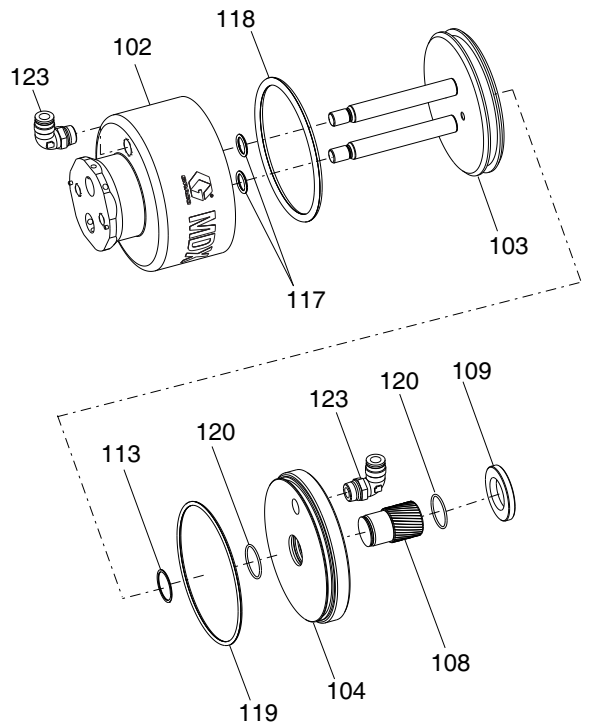

图 9
1. 在活塞柱组件 (103) 上和空气壳体 (102) 内部安装全新的 O 形圈 (118、117)。参见图 9。
2. 在活塞 O 形圈 (118) 上和空气壳体 (102) 内壁上涂上一层薄薄的润滑脂。
3. 将活塞柱组件 (103) 的顶部放置在小于活塞杆直径的表面上。将空气外壳 (102) 向下压至活塞柱上。
4. 在端帽 (104) 上安装全新的 O 形圈 (120)。涂抹润滑脂。参见图 9。
5. 将行程调节器 (108) 穿过端帽 (104)。将第二个 O 形圈 (120) 放置于行程调节器螺纹上，并与防松螺母 (109)、防松环 (113) 和第一个 O 形圈 (120) 一起拧紧。参见图 9。